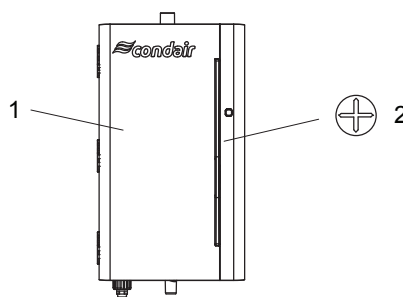

Figure 6 - Panneaux de porte
- Ouvrir l'armoire de l'humidificateur (voir Figure 6).